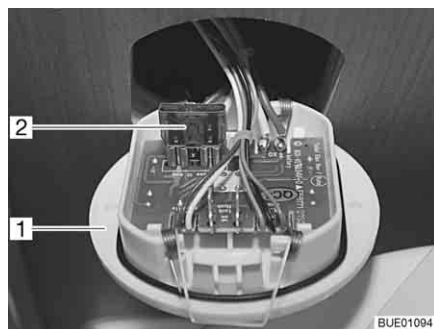

Fig. 97 Fusibile della toilette
- Sollevare l'elemento di regolazione per la toilette (Fig. 97,1) con uno strumento adeguato ed estrarlo dalla parete.
- Sostituire il fusibile (Fig. 97,2).